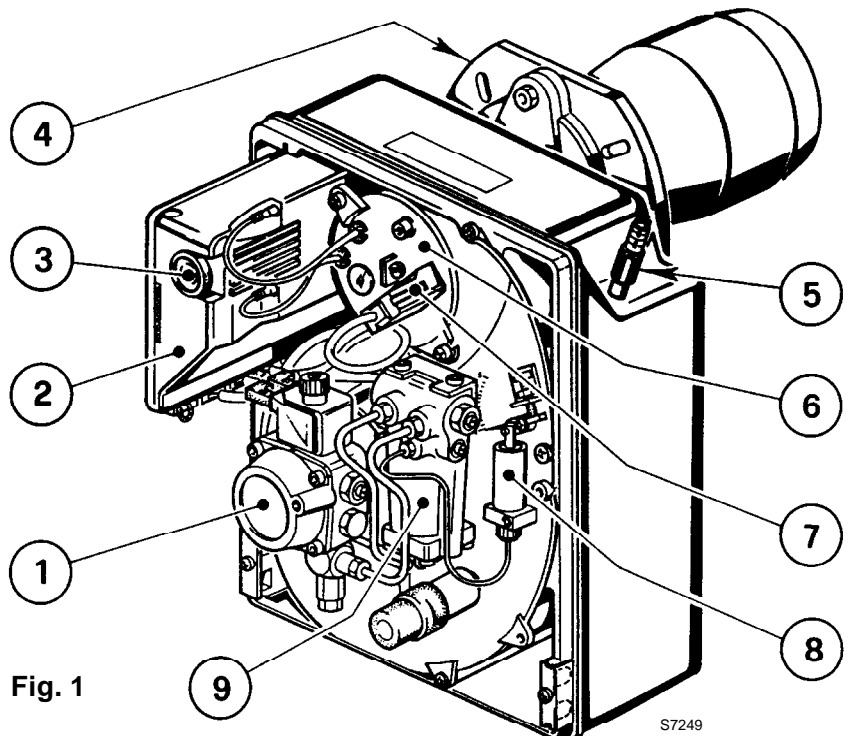

Fig. 1
- Effectuer le nettoyage de la cellule photorésistance, (7, fig. 1, page 1).
Un défaut, dans la grande majorité des cas, se traduit par l'allumage du signal sur le bouton de réarmement manuel de la boîte de commande et de contrôle (3, fig. 1, page 1).